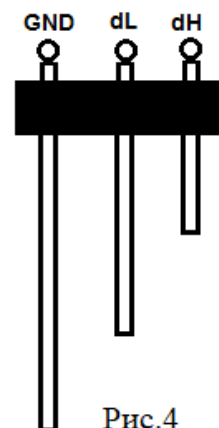

Рис.4
5.7 Если электродные датчики планируется использовать в неметаллических и прочих незаземленных емкостях, то общий провод датчиков (на схемах – контакт GND) должен быть подключен к дополнительному электроду, имеющему достаточную длину и глубину погружения, чтобы иметь постоянный контакт с водой (рис.4).